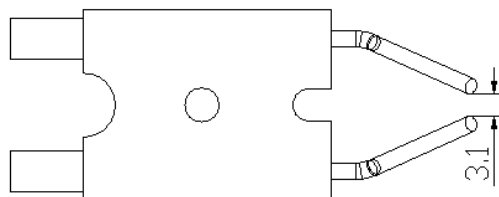

Fig.2
Curățați filtrele de aer. Scoateți capătul capacul filtrului (11), spălați filtrul de admisie a aerului (10), folosind un detergent ușor și uscați-l bine înainte de a îl re-instalare. Înlocuiți filtrul de alimentare cu aer (9) o dată pe an (Fig.2)